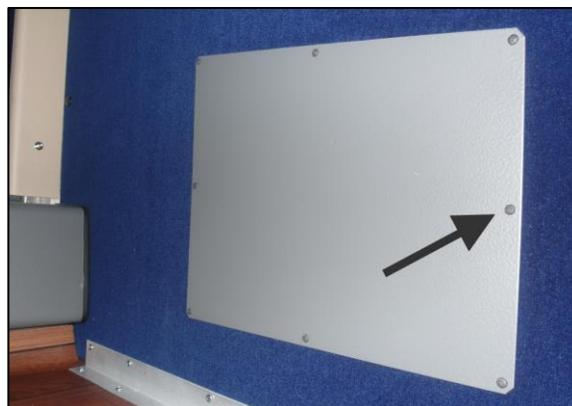

FIGURE 24
33. Réinstaller le panneau de l'ouverture de service avec les vis (8) (Figure 24).